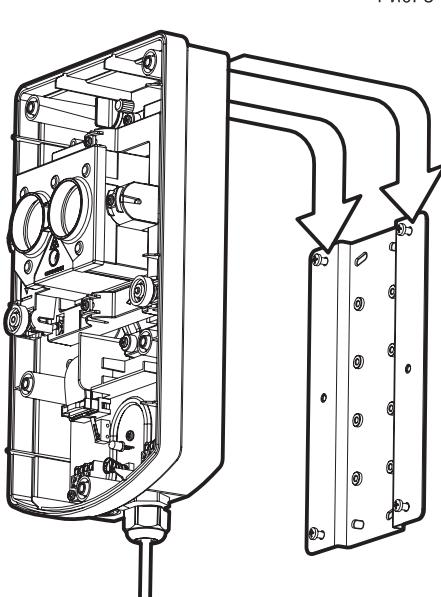

Рис. 3
- установка БИП на Пластины монтажной показана на рис.3;